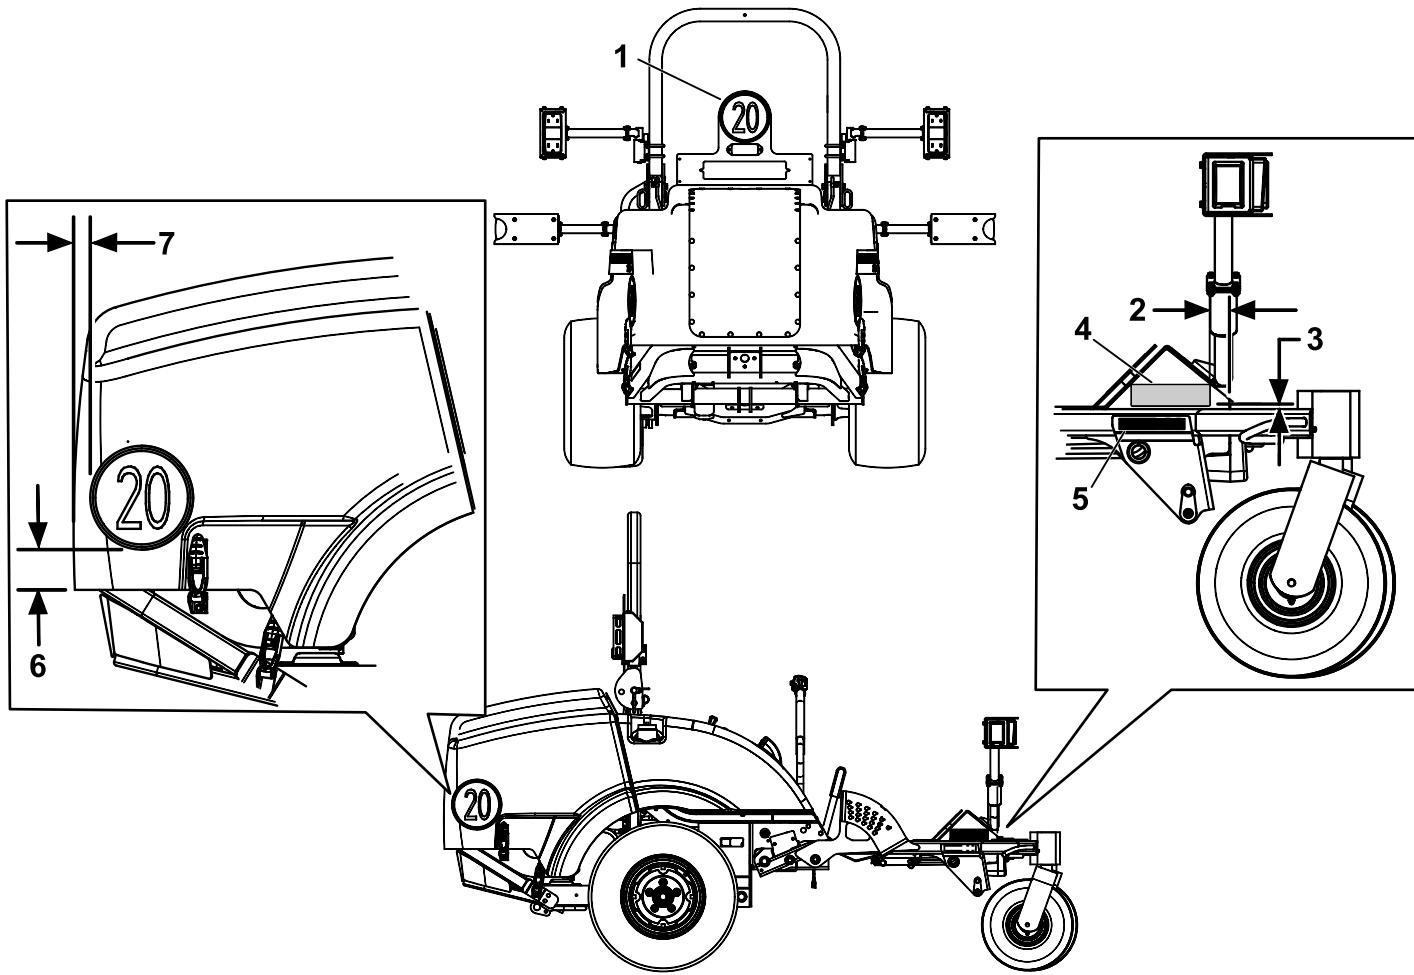

Figura 17
1. Applicate gli adesivi 20 kmp come mostrato nella Figura 17.
2. Applicate la targhetta del numero di serie come illustrato nella Figura 17.
3. Stampigliate la data sul fianco del telaio metallico, nella zona illustrata nella Figura 17.